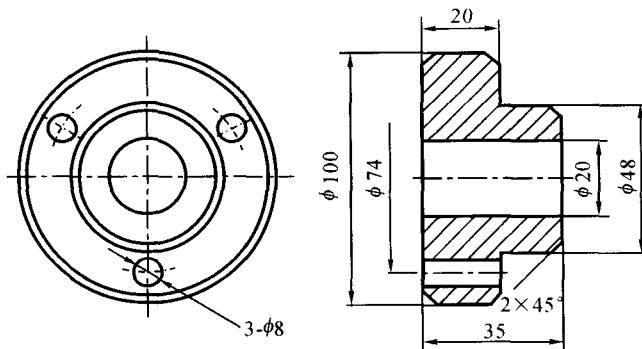

图 1-2 圆盘零件图
(1) 工序 一个(或一组)工人在一个工作地点对一个(或同时对几个)工件连续完成的那一部分工艺过程。划分工序的主要依据是工作地是否变动和工作是否连续。同一零件，同样的加工内容可以有不同的工序安排，例如，图 1-2 所示零件可以安排在两个工序中完成(表 1-1)；也可以安排在四个工序中完成(表 1-2)，还可以有其他安排。工序的安排和工序数目的确定与零件的技术要求、零件的数量和现有的工艺条件有关。